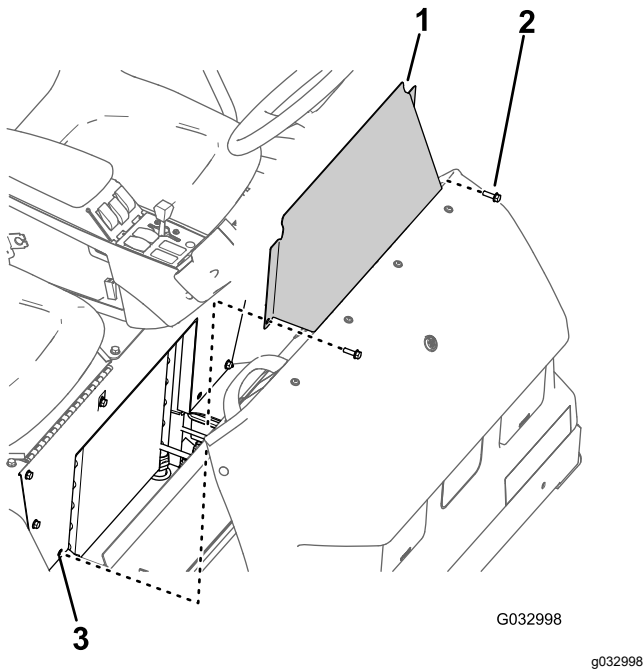

Figure 64
1. Retirez les 2 boulons à embase qui fixent le panneau d'accès à la base du siège (Figure 64).
2. Déposez de la machine le panneau d'accès de la base du siège (Figure 64).
1. Alignez les trous du panneau d'accès et les trous dans la base du siège (Figure 64).
2. Fixez le panneau d'accès à la base du siège au moyen des 2 boulons à embase (Figure 64) retirés à l'opération 1 de Dépose du panneau d'accès de la base du siège (page 60).